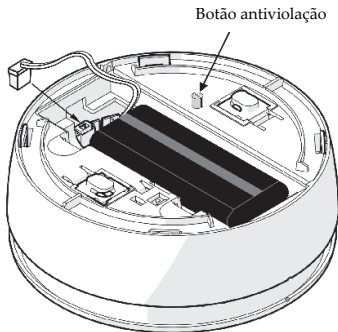

Figura 4
4. Abra a tampa do compartimento das baterias e ligue o fio da bateria ao conector da bateria (veja Figura 4).